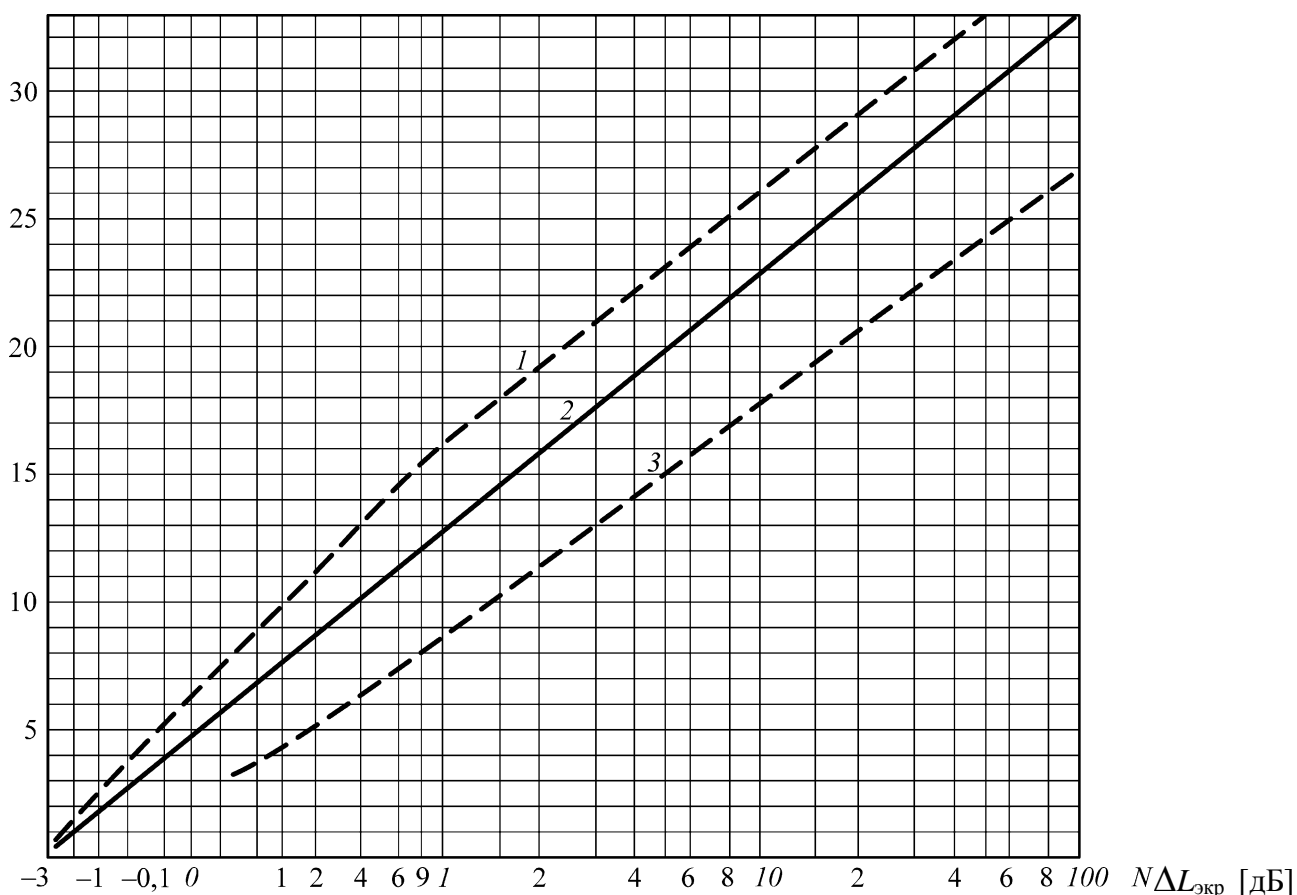

Рис. 1.1. Зависимость снижения уровня звукового давления от числа Френеля
4. Найти по диаграмме (рис. 1.1) снижение уровня звукового давления экраном,  $\Delta L_{\text{экр.}}$ .